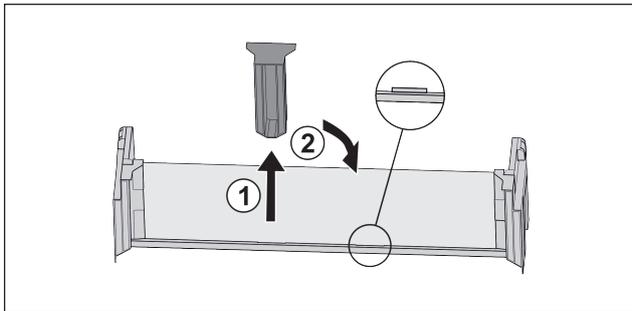

Fig. 83 *
- ▶ Витягнути середню деталь для підтримки Fig. 83 (1)*
- ▶ Вставити середню деталь для підтримки на друге положення Fig. 83 (2)*